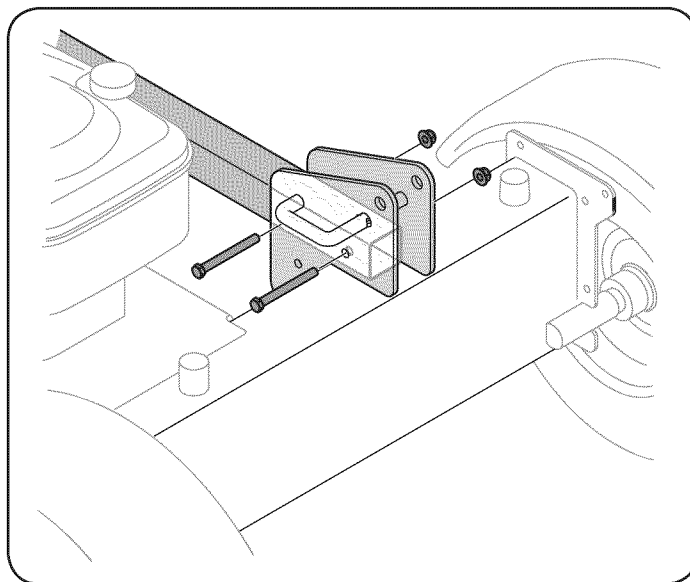

Figura 2
9. Con la máquina rompetroncos todavía sujeta a la base de la caja, extraiga dos pernos hexagonales y tuercas hexagonales del soporte del tanque y extraiga el trozo de madera que está en los soportes del tanque. Vea la Figura 2.
10. Alinee los orificios de la lengüeta con los orificios del soporte del tanque y fíjela con los elementos de ferretería que se acaban de retirar. Vea la Figura 2.